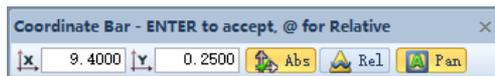

图 17-3 Coordinate Bar 坐标栏
(8) 状态栏 (Status Bar) 提供了有关当前命令、光标所在位置的坐标、单位等信息。显示当前光标位置精确到小数点后 4 位的坐标。
(9) 坐标栏 (Coordinate Bar) 如图 17-3 所示, 利用该工具可以直接输入新的坐标, 相当于用鼠标左键在工作区内单击所显示的坐标。此时, 该对话框中显示的值是用鼠标左键上次单击的坐标值。另外, 对话框中还有 3 种模式可供选择。